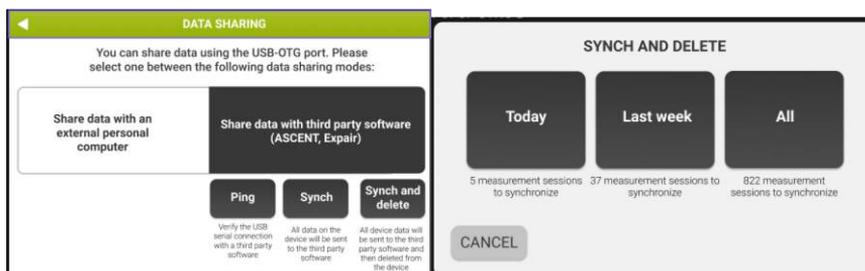

Abbildung 21 - Auswahl der Synchronisierung
- Wählen Sie *Sync and delete* (Synchronisieren und löschen), um Daten aus der internen Datenbank zu synchronisieren und zu löschen. Die Synchronisierung kann für die Messungen des aktuellen Tages, der letzten Woche oder für alle Daten durchgeführt werden. Sobald die Datensynchronisation beendet ist, werden die Daten auf dem Gerät gelöscht (Abbildung 21).